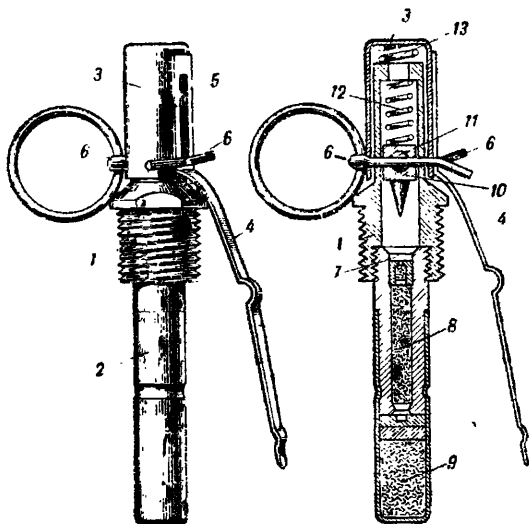

Рис. 28. Запал
52. Запал (рис. 28) служит для взрыва разрывного заряда гранаты. Он состоит из остова запала, капсюля-воспламенителя, дистанционной части, капсюля-детонатора и воспламеняющего механизма.